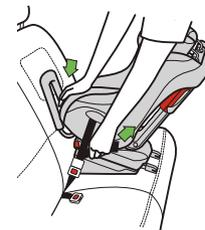

Figura 35
- Presione el centro del asiento de seguridad para oprimir el cojín del vehículo y soltar el extremo del cinturón de regazo a fin de apretarlo, como se ilustra en la **Figura 35**.